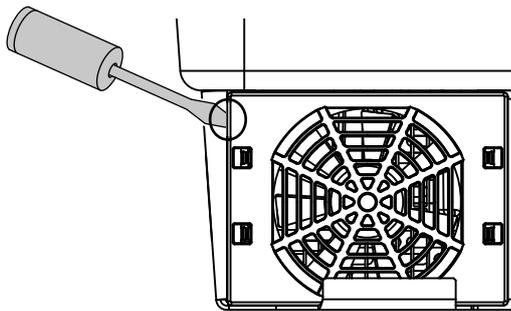

Fig. 52 : démontage de la grille du ventilateur
2. Démontez le ventilateur. Pour cela, insérer un tournevis sur le bord de la grille du ventilateur, puis exercer une légère pression.  Fig. 52